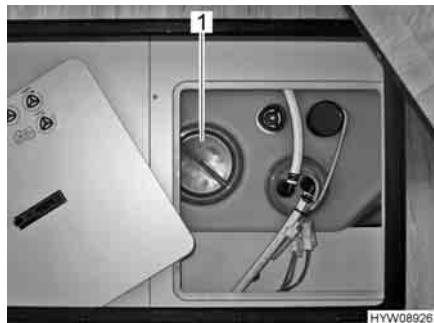

Fig. 187 Apertura per la pulizia del serbatoio dell'acqua
- Staccare il coperchio (Fig. 187,1) del serbatoio dell'acqua.